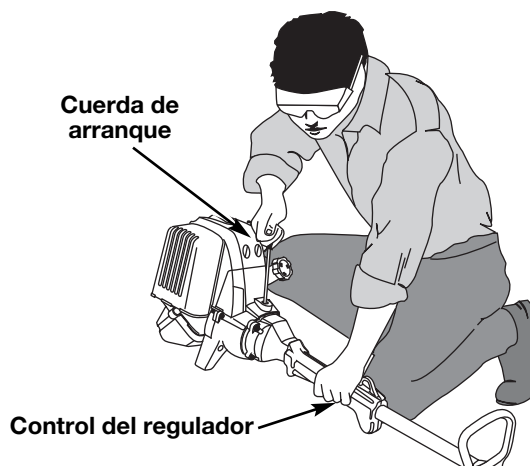

Fig. 13
5. Soporte en la posición de arranque y **no apriete el control del regulador** (Fig. 13). Tire bruscamente del cordón de arranque hasta 5 a 10 veces.